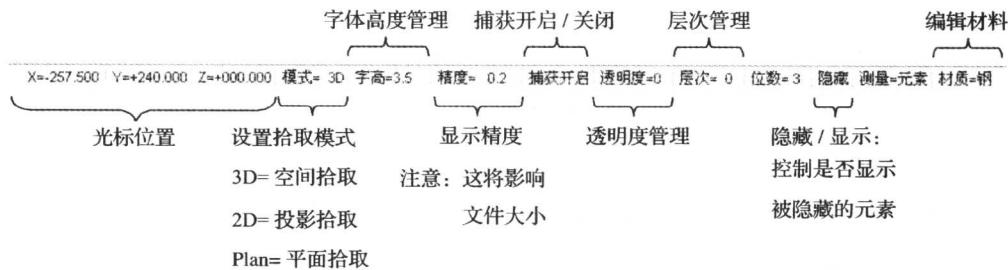

图 1-2 状态栏
- 状态栏：提供反馈，允许用户快速设置层次、颜色等；还可以设置显示精度、隐藏零件等；点击值就可以直接修改；状态栏信息见图 1-2。